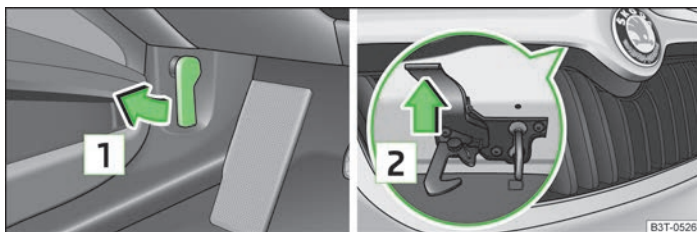

Fig. 139 Palanca de desbloqueo del capó/rejilla del radiador: Palanca de desbloqueo
- Tirar de la palanca de desbloqueo ubicada debajo del cuadro de instrumentos **1** » fig. 139.
- Presionar la palanca de desbloqueo en la dirección de la flecha **2** » fig. 139, el capó se desbloquea.